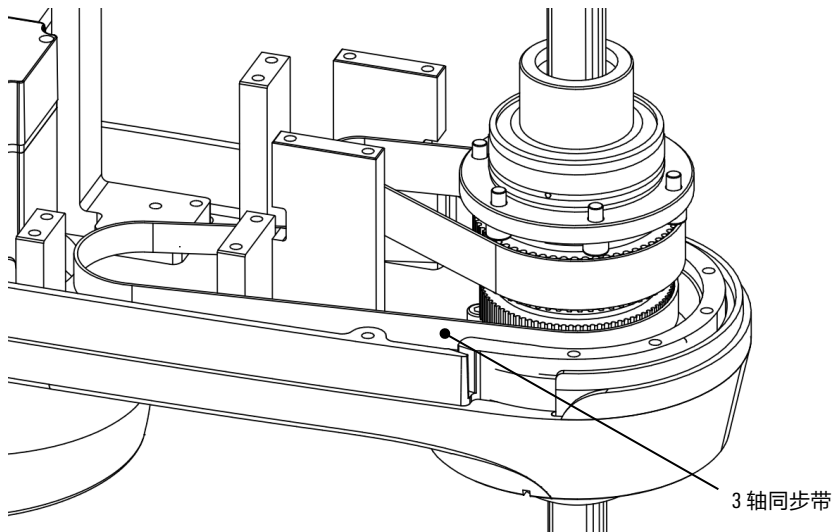

图 8-10 更换 3 轴同步带示意图
- 步骤7.** 拆下 3 轴同步带，安装新的同步带，并将丝杆法兰重新固定在小臂上，如图 8-10 所示。